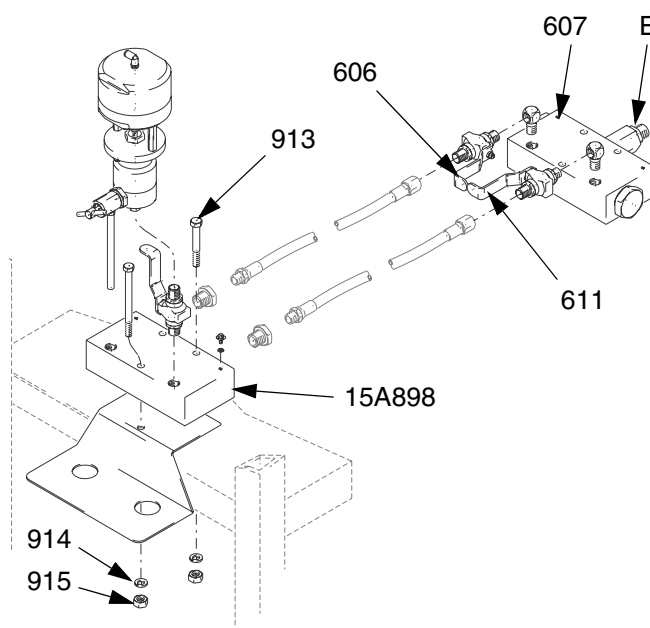

FIG. 8
2. Instale las válvulas dosificadoras (601) y las válvulas de cierre (606, 611) en el colector de dosificación de fluido 15A898. FIG. 8.